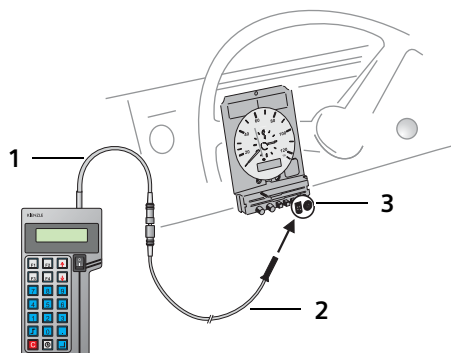

Abb. 8: HTC+ an Kienzle FTCO 1319 anschließen
1. Diagnoseanschluss des HTC+ (1) gemäß Abb. 8 über Diagnoseleitung FTCO (2) mit dem Kienzle FTCO 1319 (3) verbinden.